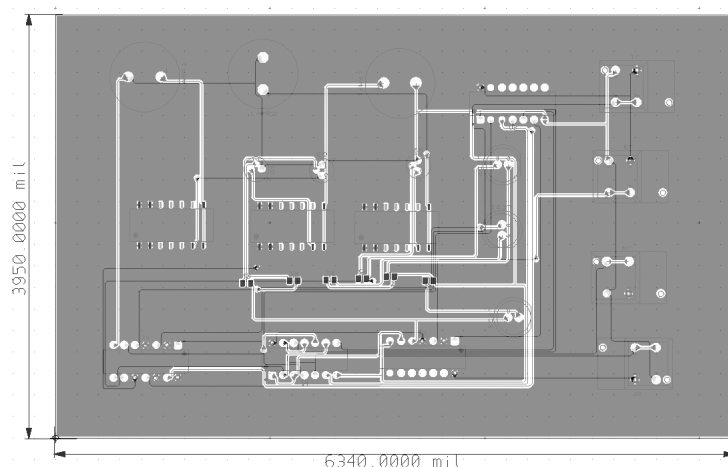

图 13-17 标注垂直尺寸
2) 选择菜单栏中的“绘制”→“尺寸”→“垂直尺寸”命令，对板框垂直方向进行标注，如图 13-17 所示。